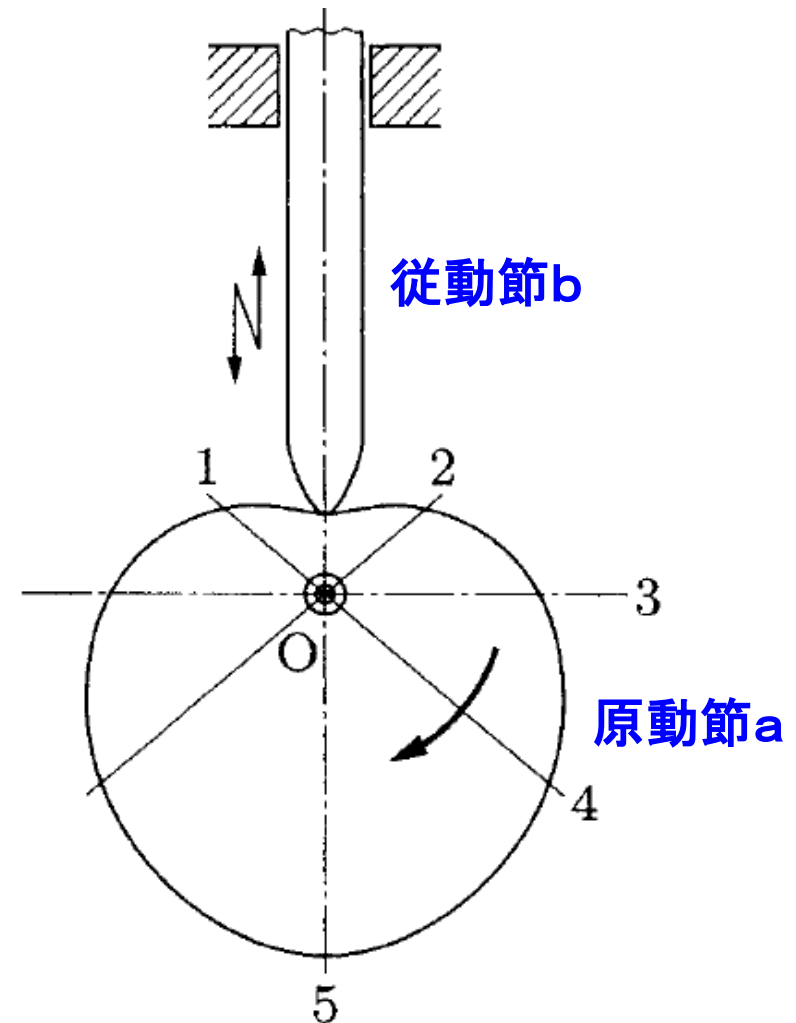

図5 ハートカム
- 図5のようにOを中心に原動節aを回転させると、従動節bは輪郭1-2-3-4-5に沿って上下方向に動く。カムの形がハート形であるので、ハートカムとよばれる。